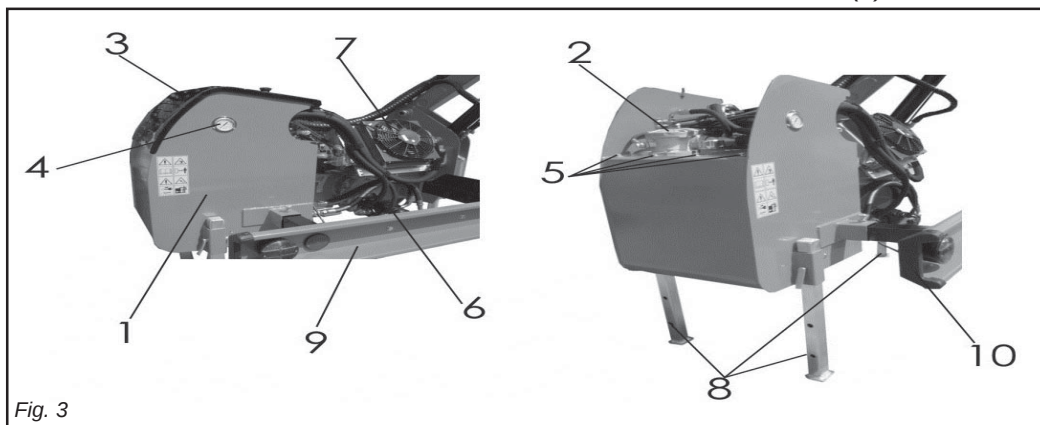

Fig. 3
1.3.1 GRUPPO TELAIO-SERBATOIO (Fig. 3)
1.3.1 FRAME-TANK ASSEMBLY (Fig. 3)
1.3.1 GRUP CADRU-REZERVOR (Fig. 3)